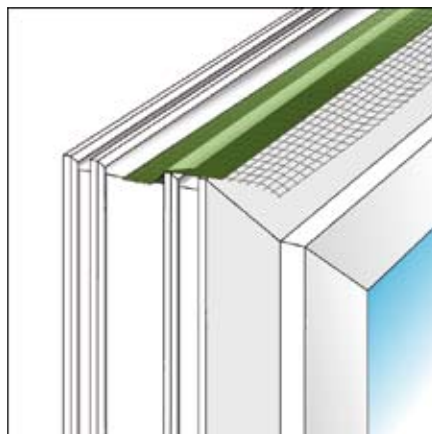

Fig. 1: kleef het membraan op het kozijn
- Kleef het membraan met behulp van het kleefband op het profielijzergedeelte aan de buitenkant (fig. 1), en dit voor de hele omtrek van het schrijnwerk.